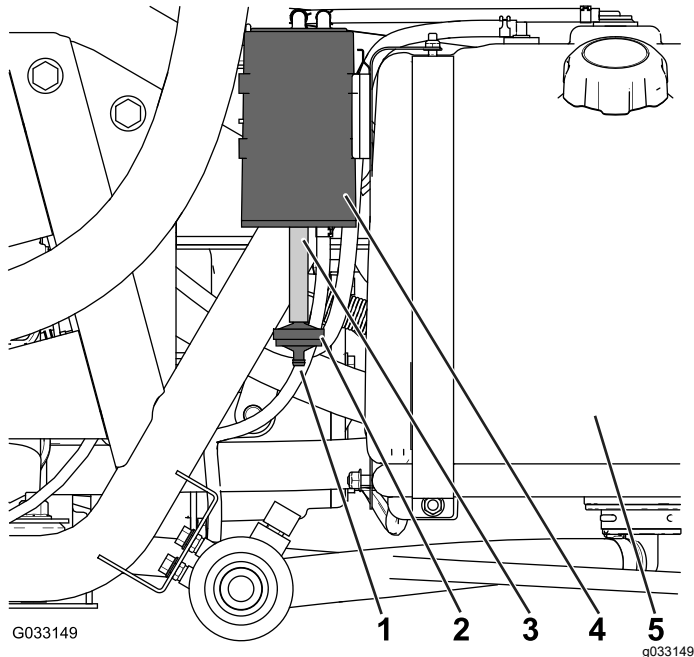

Figura 47
Verifique a abertura na parte inferior do filtro do ar no recipiente de carbono para se certificar de que está limpo e sem detritos e obstruções (Figura 47).
1. Retire o encaixe roscado do filtro do recipiente de carbono do tubo, na parte inferior do recipiente de carbono, e retire o filtro (Figura 47).